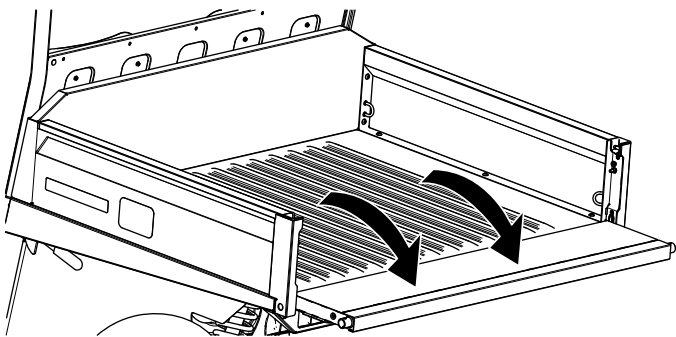

Bild 69
3. Senken Sie die Heckklappe ab, bis sie bündig mit dem Boden der Ladepritsche ist (Bild 69).